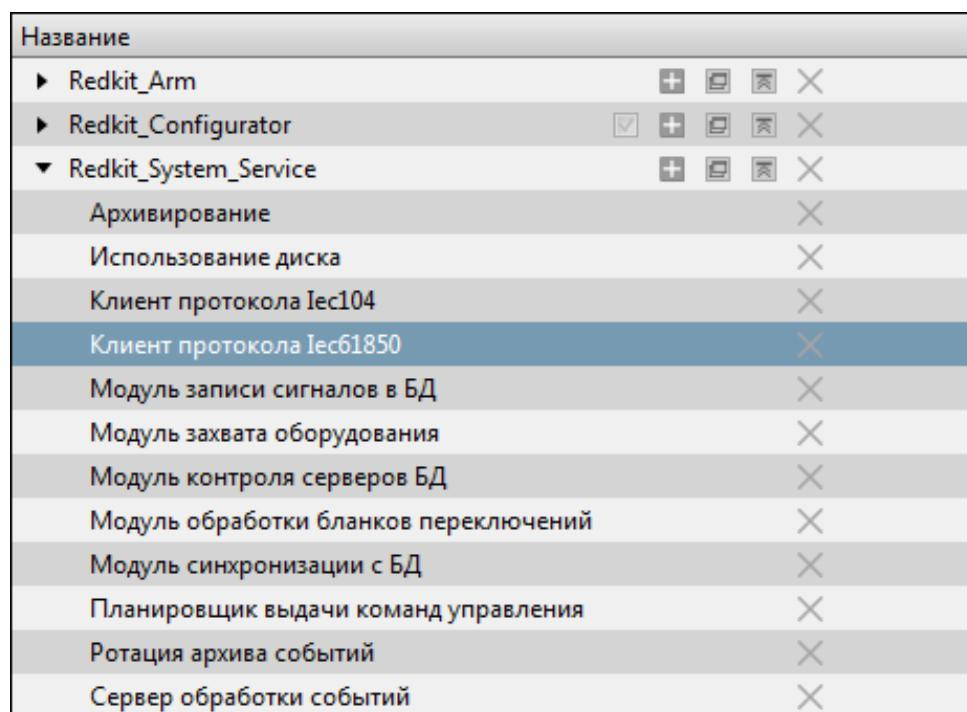

Рисунок 209 - Клиент протокола Iec61850
- Убедитесь, что в серверном узле добавлен модуль **Клиент протокола Iec61850** (Рисунок 209).